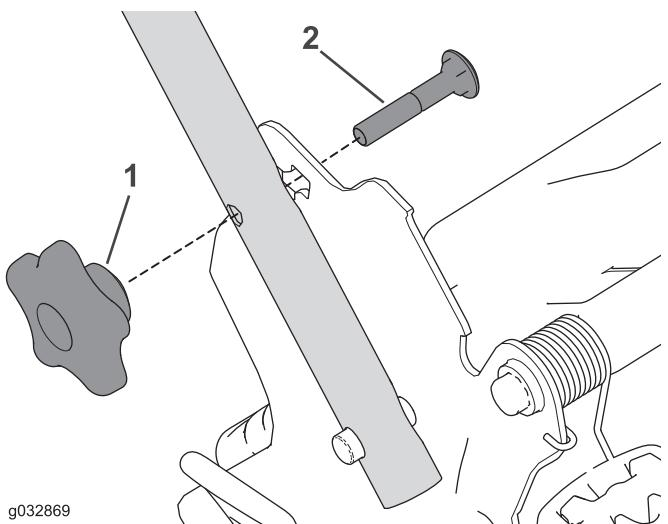

Figure 24
- Retirez et conservez les 2 boutons et les 2 boulons de carrosserie du support du guidon (Figure 24).